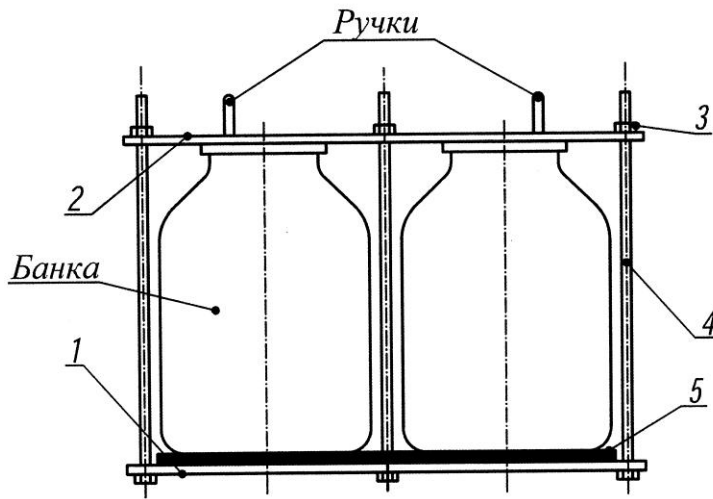

Рис. 2 Кассета
- при необходимости вынуть кассету с банками из корпуса автоклава, взявшись двумя руками за ручки крышки 2 (рис. 2) (предварительно слив воду);
Установить в кассету подготовленное количество банок с закатанными продуктами согласно таблице 2.2. (где показана максимальная вместимость) и надёжно зафиксировать банки в кассете с помощью зажимных гаек 3 (рис. 2), затягивая их крест-накрест ключом с лёгким усилием.
При установке банок в два слоя, банки верхнего слоя устанавливаются непосредственно на банки нижнего слоя без резиновой прокладки 5 (рис.2). Банки должны располагаться как можно ближе к шпилькам. Банки должны иметь одинаковую высоту.
5.19. **После остывания банок до комнатной температуры** открутить гайки 3 (рис. 2), снять крышку 2, вынуть банки с консервируемой продукцией и проверить состояние крышек, банок и прочность закатки.